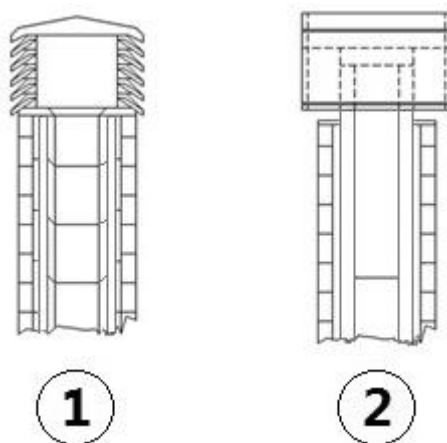

Fig. 6 - Røghætte
- Vi anbefaler en skorstenspipe med røghætte, se **Fig. 6**.
- Udvendig aftrækskanal realiseret udelukkende med isolerede rør i rustfrit stål, dvs. med dobbelte vægge, mindst Ø100/120 mm: alt sammen godt fastgjort til muren. Med røghætte (se Fig. 6).